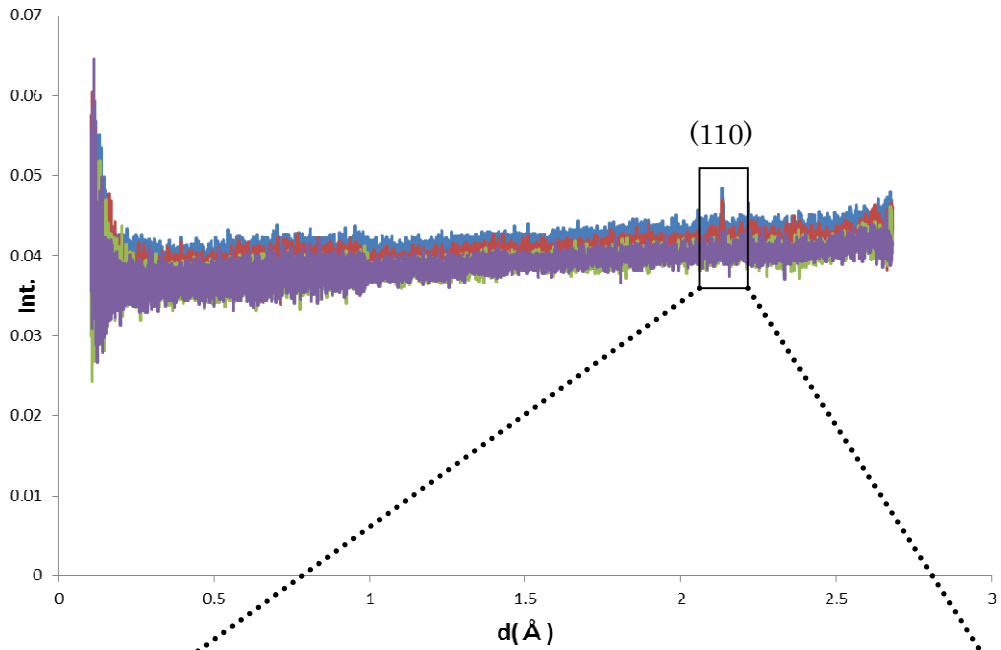

Fig.1 Neutron scattering profile of V-Ni alloy sample holders
下图 1 に新製品①②、従来品①②の中性子散乱プロファイルを示す。また、下图 2 に V(110)ピーク付近の拡大図を示す。